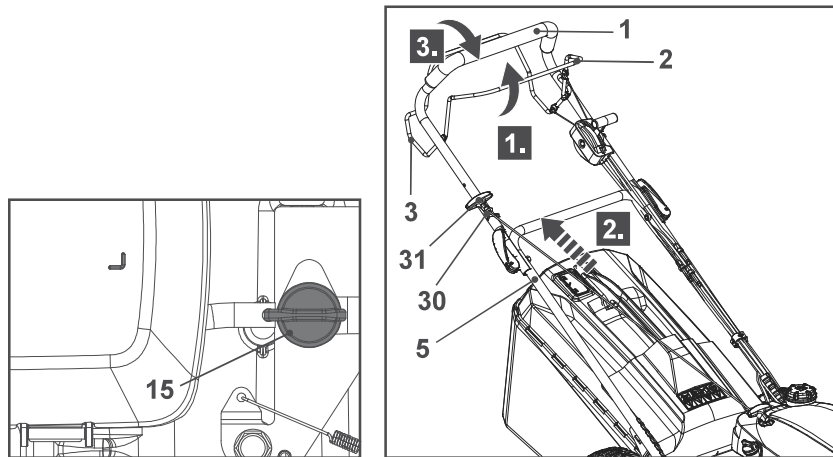

Fig. 23
1. Certifique-se de que a alavanca da válvula de combustível (15) está na posição de ligada (Fig. 23).
2. Mantenha-se atrás do guiador superior (1).
3. Puxe a alavanca do travão (2) para trás e mantenha-a contra o guiador superior (1) (Fig. 23, passo 1).
4. Apoie a pega do arrancador de recuo (31) no gancho (30) situado no lado direito do guiador superior (1).
5. Puxe ligeiramente a pega do arrancador de recuo (31) até sentir resistência e, em seguida, puxe rapidamente. Repita até que o motor arranque (Fig. 23, passo 2).
6. Quando estiver pronto para cortar a relva, empurre a alavanca de autopropulsão (3) para a frente e mantenha-a contra o guiador superior (1) (Fig. 23, passo 3). O produto começa a deslocar-se para a frente e a cortar a relva.